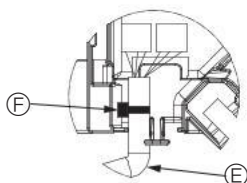

Fig. 10-10
- Montera buntbandet som håller lamellmotorns kabel i anslutningsdosa som visas i bilden. (Fig. 10-10)